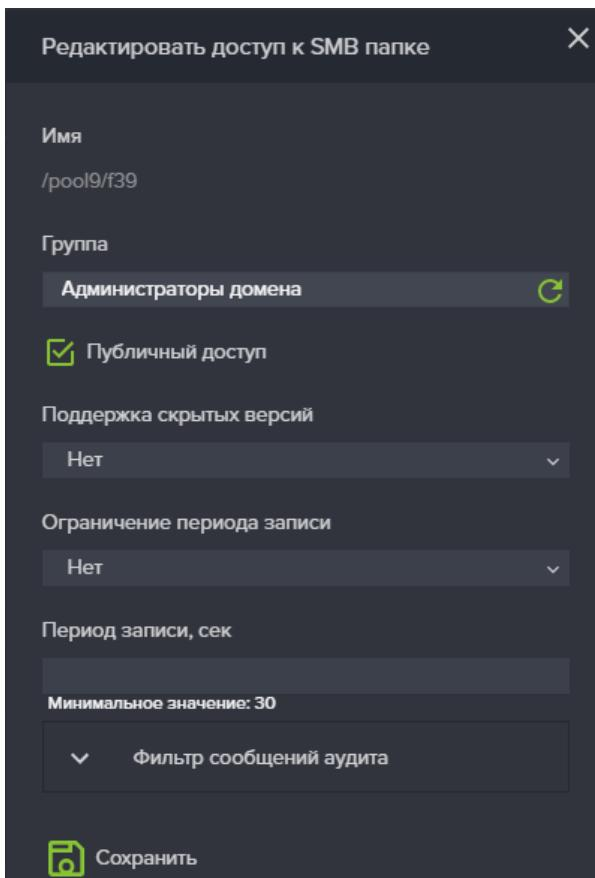

Рисунок 99. Окно редактирования доступа к SMB папке
6. Нажмите на кнопку «Редактировать доступ», откроется одноименное окно (см. Рисунок 99);